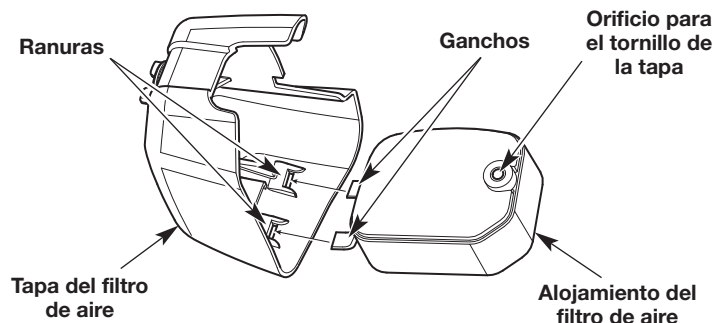

Fig. 24
7. Inserte los ganchos del alojamiento del filtro de aire dentro de las ranuras de la tapa del filtro de aire (Fig. 24).
8. Debe girar la tapa del filtro de aire hacia la derecha y alinear el tornillo de la cubierta con el orificio destinado a dicho tornillo (Fig. 24). Apriete el tornillo de la tapa para sujetar dicha tapa.